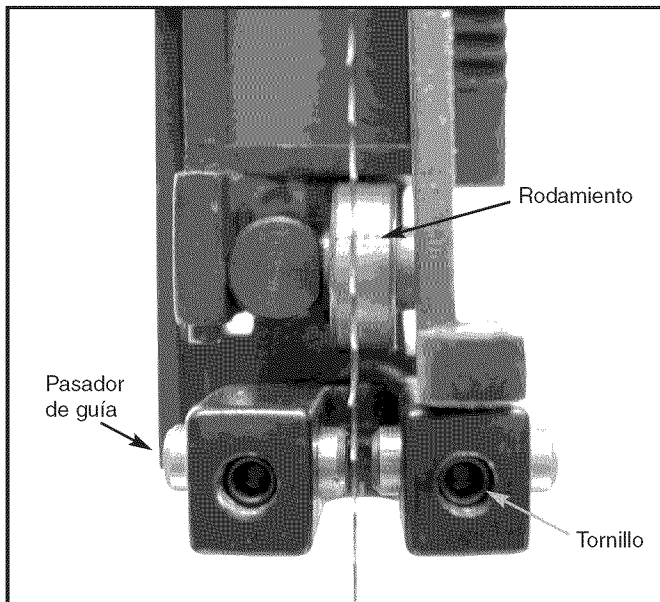

Figura 7 – Guías Superiores de la Hoja
- Afloje los tornillos y ajuste los pasadores de guía a los lados de la hoja (vea la Figura 7). Use un calibrador de cinta para verificar que los pasadores de guía estén a 0.002" de la hoja.